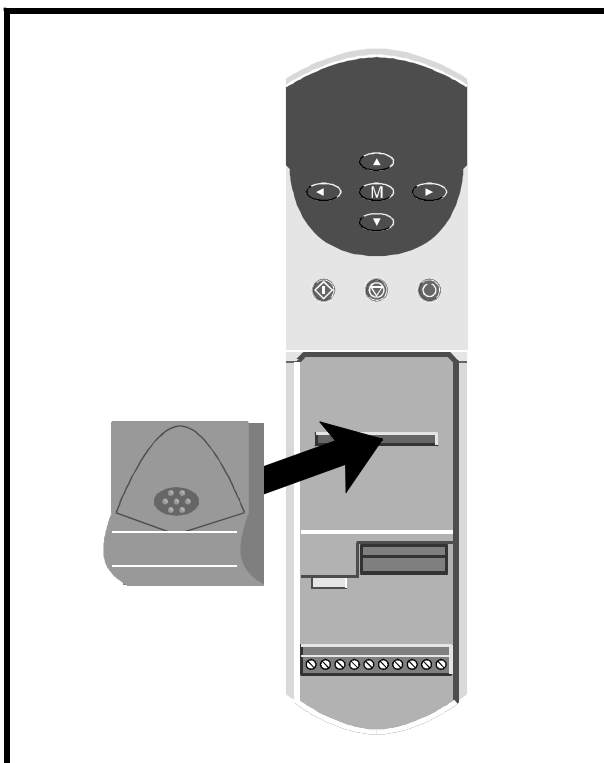

Figura 1 Colocación del UD55 en el Unidrive
- 5 Coloque el conector de varias vías en la parte posterior del UD55, encima del conector del accionamiento (consulte la Figura 1), y presione en el soporte táctil hasta colocar el UD55 en su lugar.